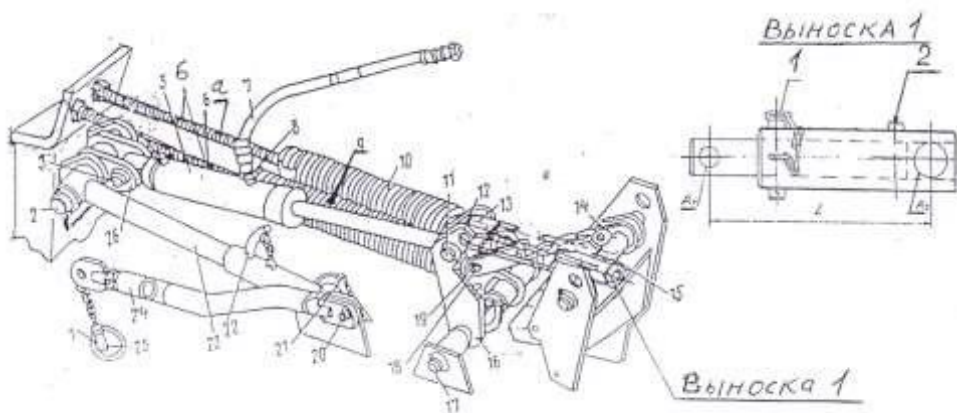

Рис. 10 Механизм уравнивания и гидрооборудования
5.3.4. Регулирование механизма уравнивания режущего аппарата (рис.10).
5.3.6. Регулирование транспортной тяги (рис.10).
6.5. Штырь 22 (рис.10) телескопического стопорного устройства должен быть вынут из отверстия.
6.11. Только для КРН-2.6 с защитным кожухом. При работе на участках с уклоном необходимо ослабить натяжение пружин 9 с помощью шпилек6 (рис.10), вынуть штырь из отверстия 2 (положение для работы на ровных участках (рис.10 выноски 1). После окончания работ зафиксировать штырь в отверстие 2 и подтянуть пружины 9